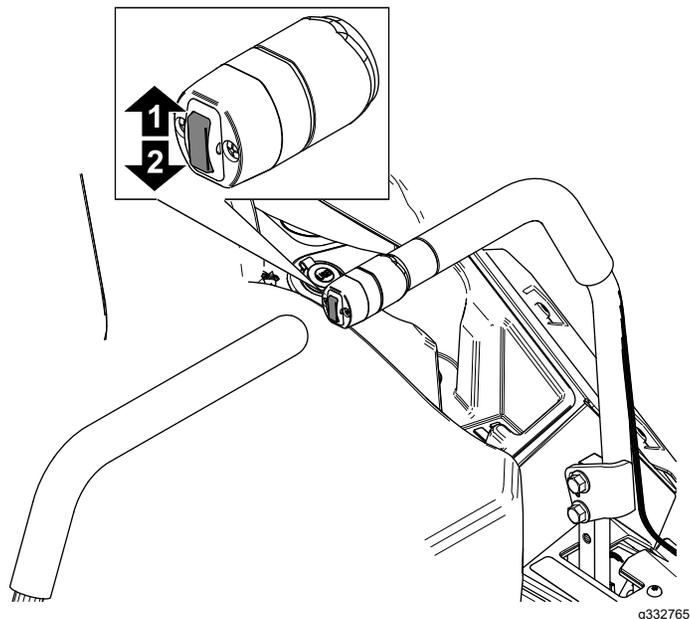

Figura 23
1. Spingete verso l'alto l'interruttore di sollevamento del piatto (Figura 23).